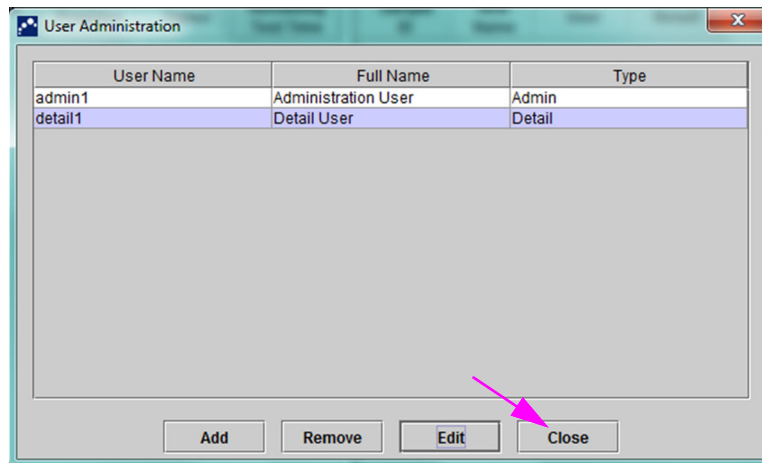

Figura 2-76. Caseta de dialog Administrator utilizator după eliminarea utilizatorului
3. Faceți clic pe **Eliminare (Remove)**. Utilizatorul este eliminat. Consultați Figura 2-76.
4. Pentru a elimina utilizatori suplimentari, repetați pașii Pasul 2 și Pasul 3. Dacă ați terminat de eliminat utilizatorii, faceți clic pe **Închidere (Close)** (consultați Figura 2-76).